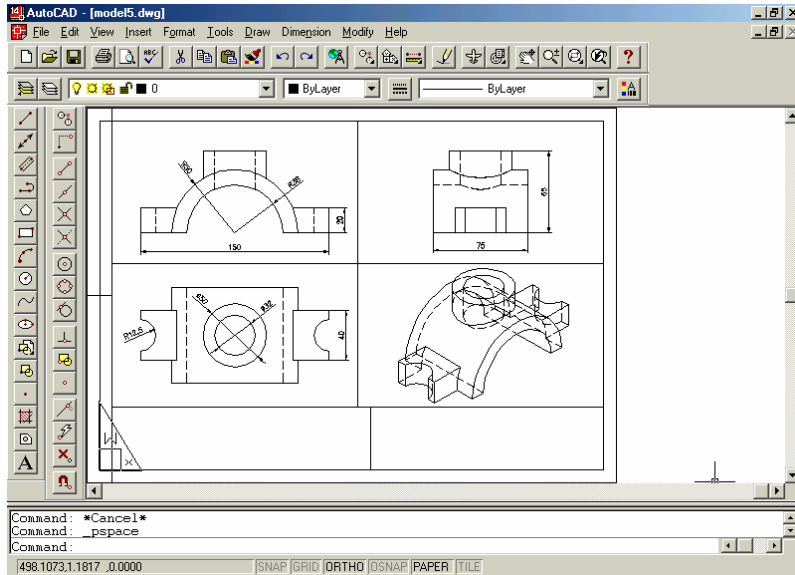

Fig. 12.28 Înscrierea cotelor cu respectarea vizibilității în fiecare fereastră
12. Înscrierea cotelor în mod similar și pe celelalte două proiecții. Parcurgerea fiecărei ferestre în parte, cu *înghețarea* (Freeze/Thaw in current viewport) a layer-elor *Dim* corespunzătoare celorlalte două proiecții (de ex. pe vederea principală se vor îngheța layer-ele *Dim_s* și *Dim_l*) fig. 12.28;